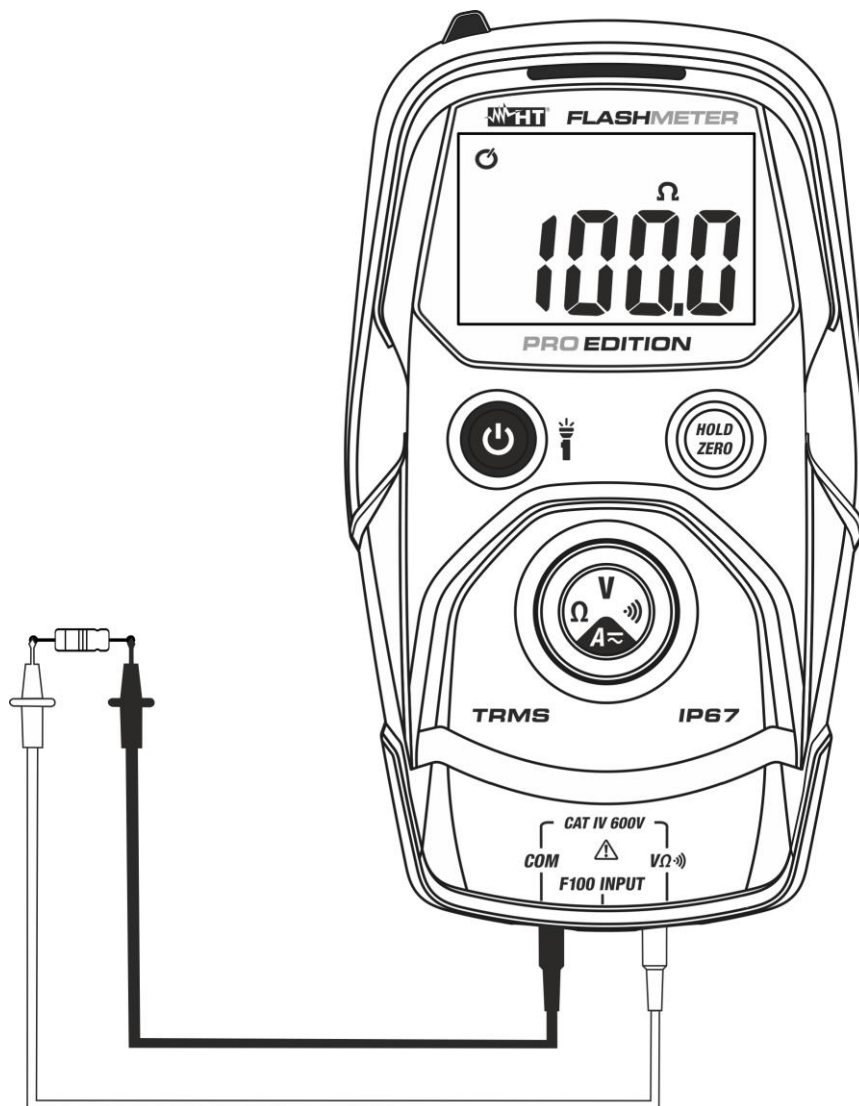

Fig. 5: Uso del instrumento para medida de Resistencia
3. Posicione las puntas de prueba en los puntos deseados del circuito en examen (ver Fig. 5). El valor de la resistencia se muestra en pantalla